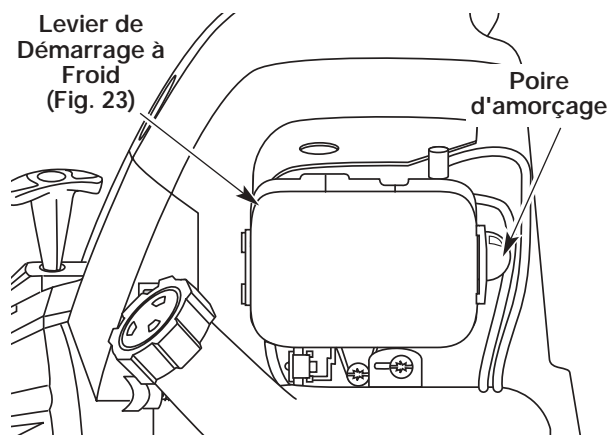

Fig. 21
3. Pressez et relâchez la poire d'amorçage à 10 reprises, lentement. Une certaine quantité de **carburant devrait être visible dans la poire d'amorçage** et les conduites de carburant (Fig. 21). Si vous n'apercevez pas de carburant dans la poire, pressez et relâchez la poire autant de fois que nécessaire jusqu'à ce que vous aperceviez du carburant dans cette dernière.